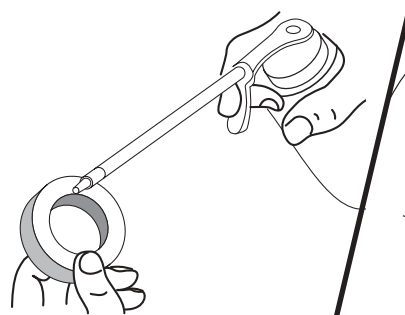

Fig. 36
4. Aplique suficiente aceite limpio SAE 30 para recubrir ligeramente el filtro (Fig. 36).